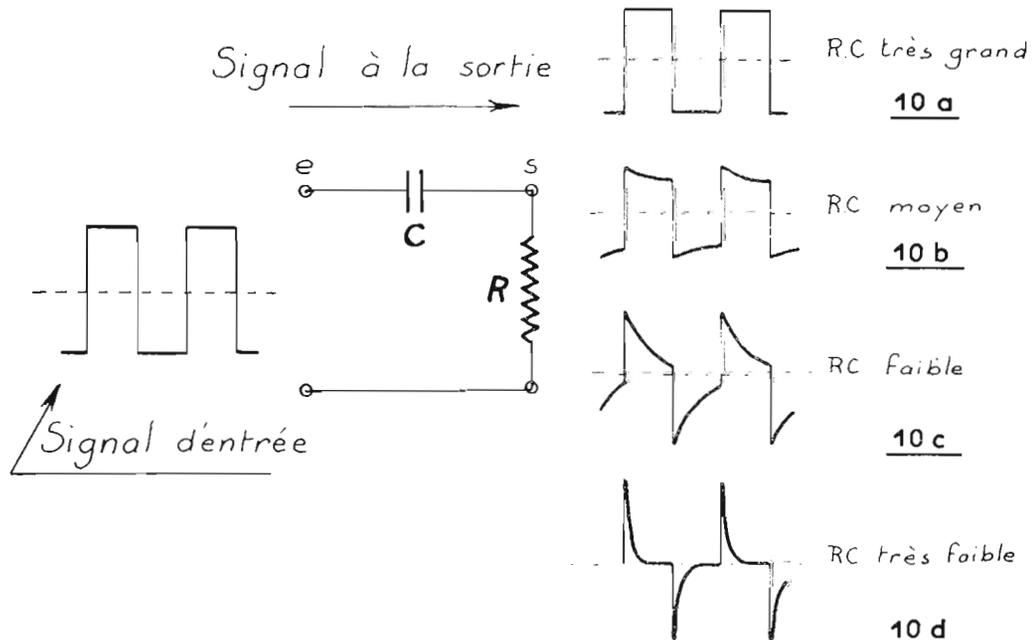

Fig. 10. - La différenciation.
Etudions donc ce phénomène sur la figure 10.
- Avec R et C grands (donc RC grand), figure 10 a, cette charge dure longtemps (beaucoup plus longtemps que l'alternance du créneau d'entrée). Le courant de charge reste donc important et quasi constant pendant cette alternance : la tension aux bornes de R est presque constante, les paliers horizontaux sont ainsi fidèlement transmis.
- Avec R et C très petits (donc RC très faible), figure 10 d, la charge est acquise très vite (beaucoup plus vite que ne dure l'alternance d'entrée). Le courant, maximum au flanc avant, diminue très vite et devient nul bien avant le flanc arrière. D'où cette pointe fine, visible en 10 d. L'alternance négative donne la même lancée mais de sens inverse.
- Avec R et C moyens (Fig. 10 b et 10 c), le courant de charge diminue notablement pendant l'alternance, mais sans s'annuler. Les pôliers sont d'autant plus inclinés que le RC est faible.